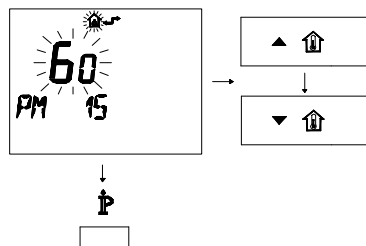

Figura 5.30
- Modificare il SET programmato agendo sui pulsanti **▲** **⬆** o **▼** **⬆** fino a visualizzare un **set di 60**, aspettare che il numero programmato cominci a lampeggiare (Figura 5.30)